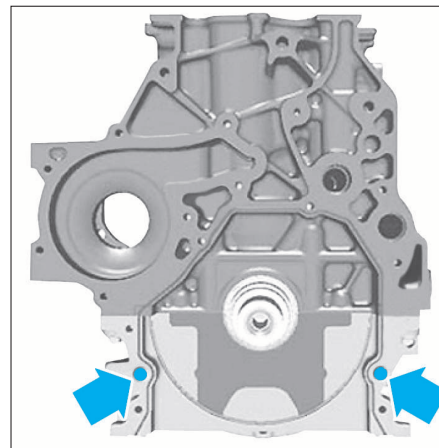

FIG. 28
- Placer les goupilles de centrage sur le bloc moteur (Fig.28).